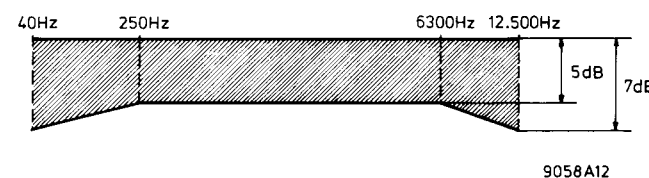

Fig. 11d
- Bemerkung: Abb. 11d zeigt innerhalb welcher Grenzen der Frequenzgang nach DIN 45500 liegen soll. Gewöhnlich lässt sich der Frequenzgang gut innerhalb von 3 dB einstellen.